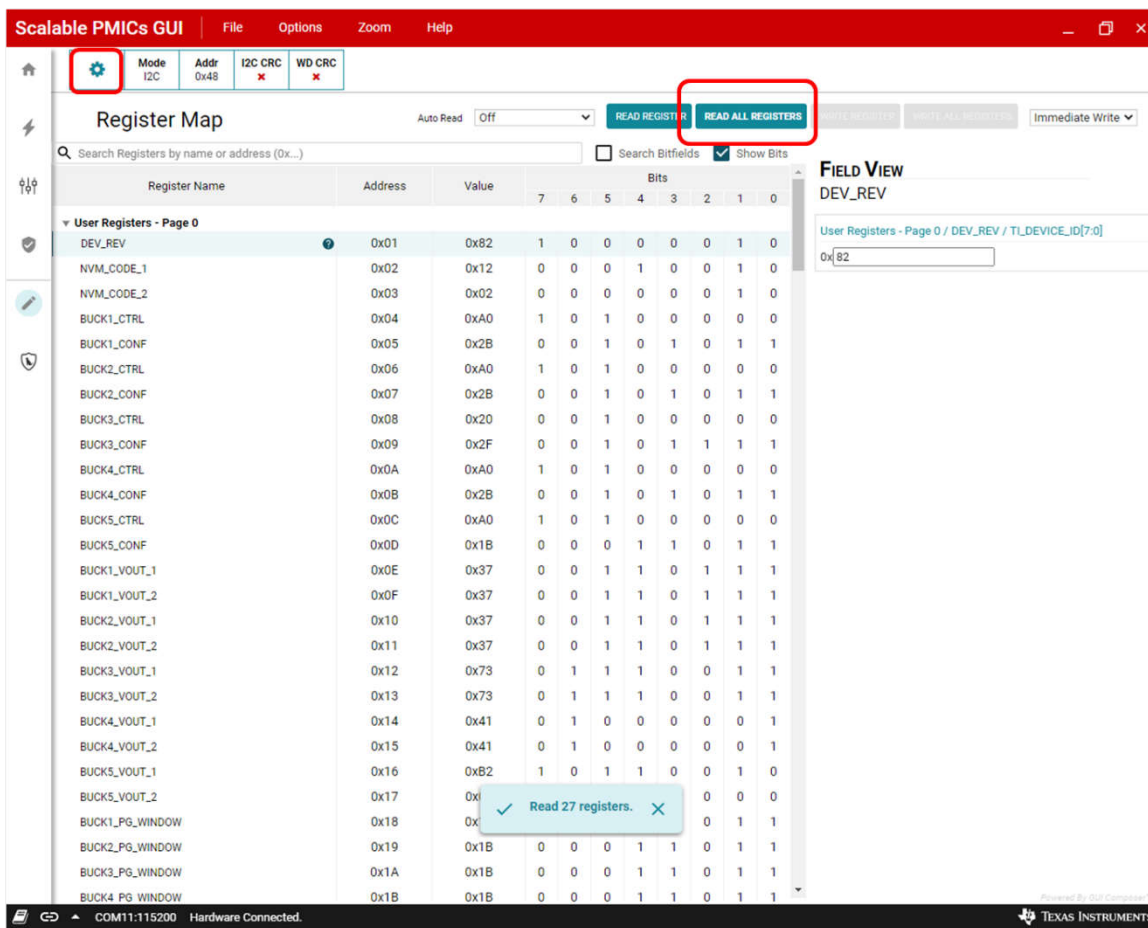
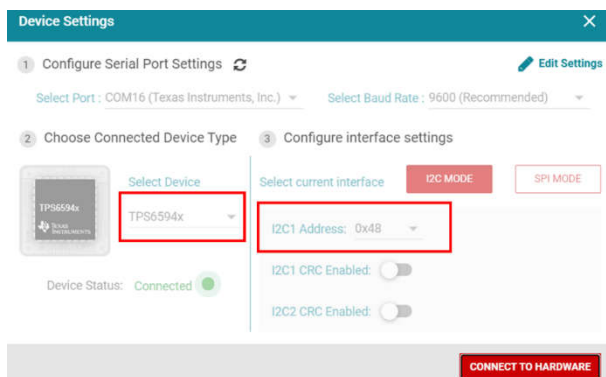

图 4-6. 寄存器读取界面
图 4-7. PMIC 切换地址弹窗
2. 进入寄存器读取页面后，软件会尝试连接 0x48 地址的 PMIC，连接成功会在下面状态栏显示：“Hardware connected”，如图 4-6 所示。I2C 通信建立后，可以点击 READ ALL REGISTERS 按钮手动刷新所有的寄存器数据。如果显示“Connect to AEVM Controller but failed to connect to device xxxxx (器件型号) on DUT with I2C @ 0x48”，那么说明 MCU 和 PC 通信正常，但是 MCU 无法建立和 0x48 这个地址的 PMIC 的 I2C 通信，可能当前系统中确实不存在地址为 0x48 的 PMIC 或者硬件连接不稳定没连上 0x48 地址的 PMIC。如果需要切换 I2C 地址，可以点击页面左上角的齿轮标记，打开设置弹窗进行更改，弹窗内容如图 4-7 所示。需要注意，同一个板子上的多个 PMIC 具有不同的 I2C 地址和各自不同的器件型号，需要 select device 和 I2C1 Address 两个下拉框的选项到正确的设置。如果显示“Hardware not connected, please plug your target device into your computer's USB port and click the connect icon at left”，说明 PC 和 EVM 间的连接有问题，需要查一下 EVM 是否损坏或者软件驱动是否安装正常，可以重启电脑试下。